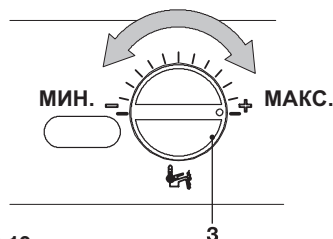

Рисунок 9.10
- Установите регулятор температуры горячего водоснабжения 3 (Рисунок 9.10) на минимальное значение. На ЖК-дисплее P09 будет загораться поочередно с 01.